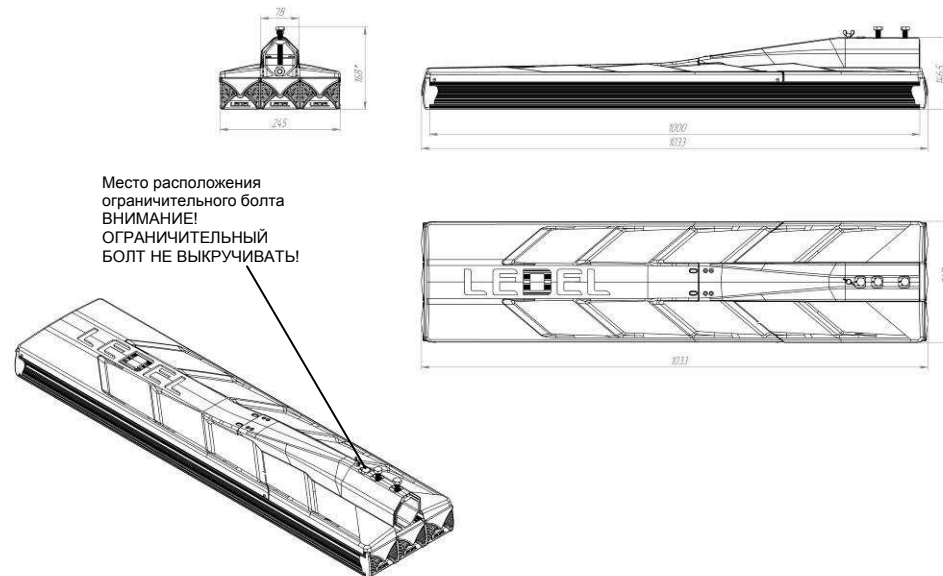

Рисунок 1 Габаритные размеры светильника «L-street 200XP-G»
3. Ослабить фиксирующие болты (кроме ограничительного болта, см. рис. 1);